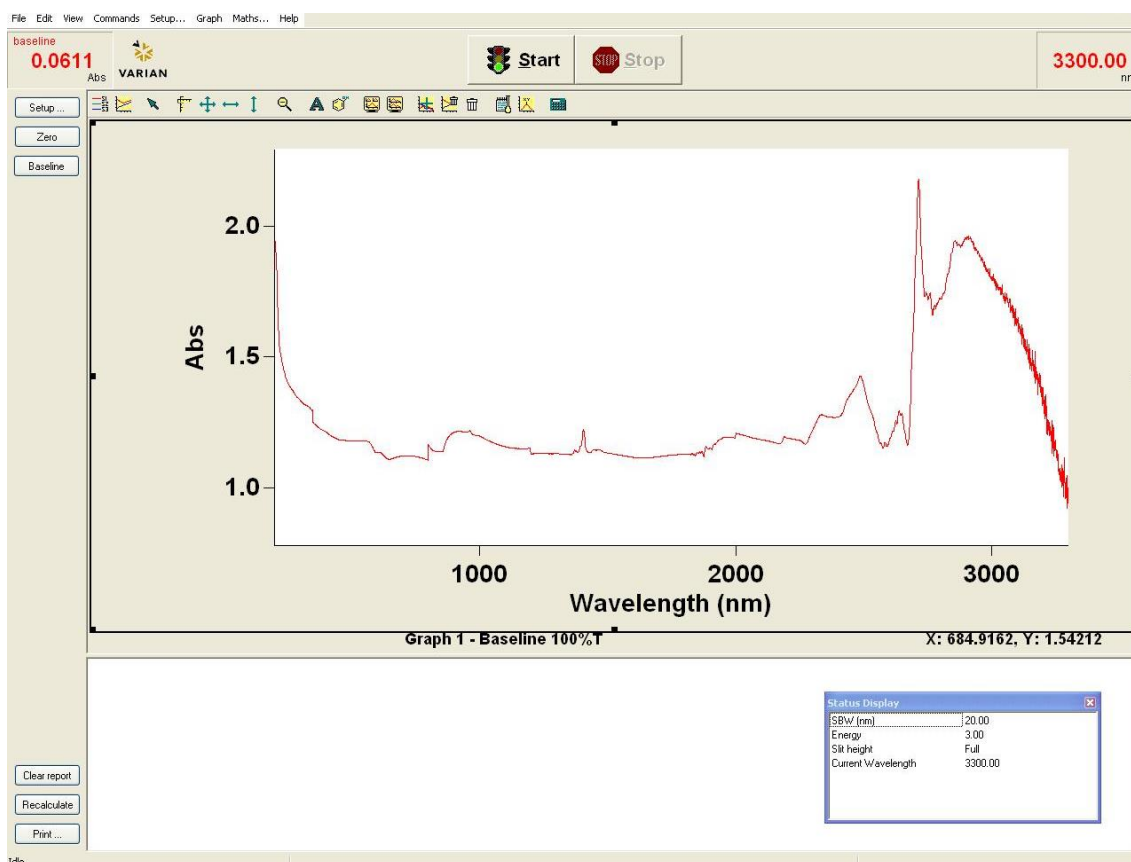

Figura 18 Linha base obtida com MgO
- X. Clicar no botão *Baseline* presente na lateral esquerda da tela inicial do programa. Aparecerá uma mensagem lembrando o usuário de inserir o porta amostra com o material de referência, basta dar OK pois este já se encontra no porta amostra. Será realizada uma varredura que corresponderá à linha de base que será utilizada para as medidas. A linha de base será válida até que outra varredura de linha base seja realizada ou até que o programa seja fechado. No caso de o material de referência ser o MgO, o espectro ao final da medida de linha base será similar ao da Figura 18.